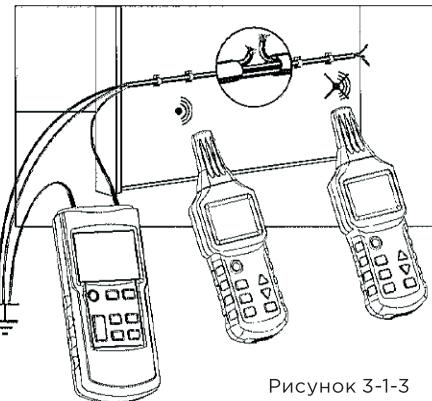

Рисунок 3-1-3
- Все линии, не занятые в измерении, должны быть подсоединенены к вспомогательному заземлению (Рисунок 3-1-3).